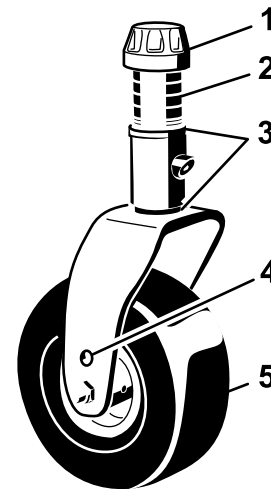

Figura 30
3. Ajuste los suplementos de 3 mm de las horquillas de las ruedas giratorias delanteras hasta que la altura de corte se corresponda con la marca de la pegatina (Figura 30); consulte Ajuste de la altura de corte \(página 28\).